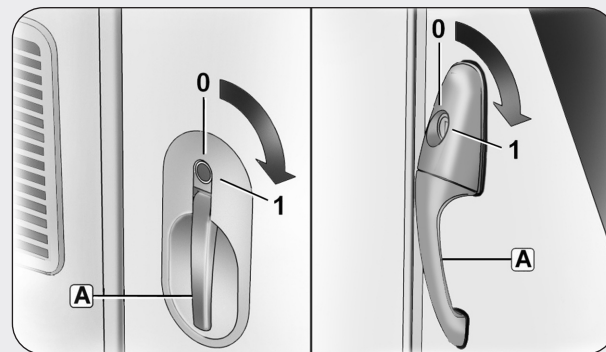

fig. 2
**Per aprire la porta dall'esterno fig. 2**